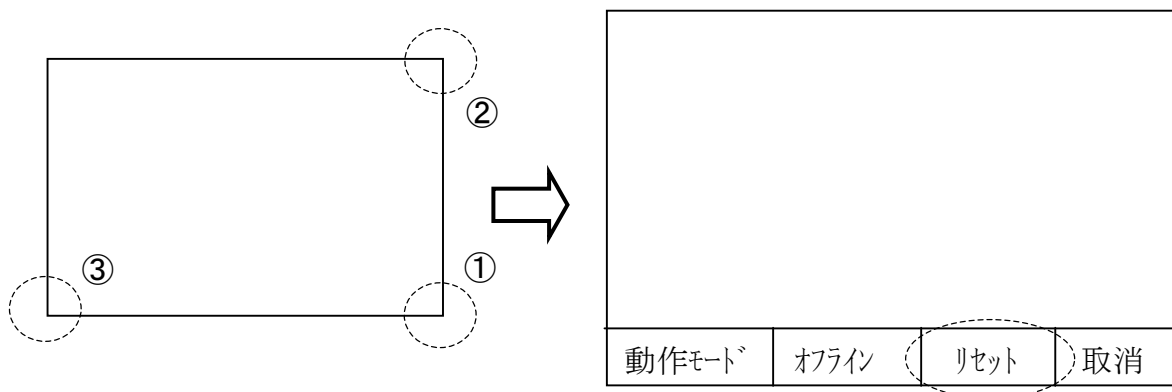
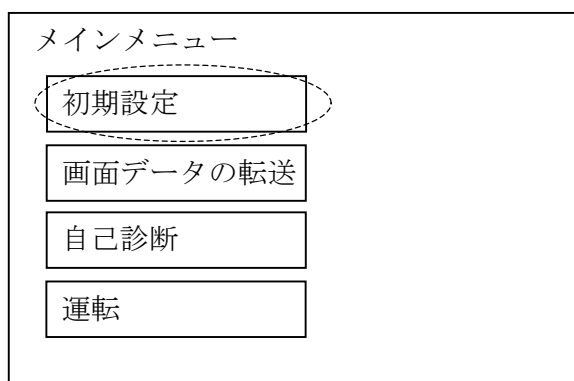

図 7.1 強制リセットの動作モード
図 7.2 メインメニュー
上記の図 7.1 の状態にした後、「オフライン」をタッチすると、メインメニュー(図 7.2)が表示されますので、「初期設定」ボタンを押して下さい。次に表示される初期設定(図 7.3)では「システム環境の設定」をタッチし、システム環境の設定(図 7.4)が表示されたところで、「システムの設定」をタッチします。このとき表示されるシステムの設定(図 7.5)にて設定を変更します。
- ② システム環境の設定で「メイン」をタッチして下さい。メインメニュー(図 7.2)に戻ります。
- ③ メインメニューで「運転」をタッチして下さい。初期画面(7.2 参照)に戻ります。